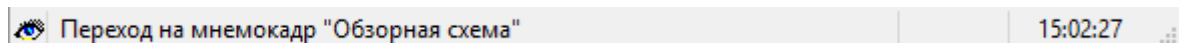

Рисунок 1.11. Строка состояния
3) «Строка состояния» (горячая клавиша <F7>)- включает/отключает строку состояния. (Рисунок 1.11).